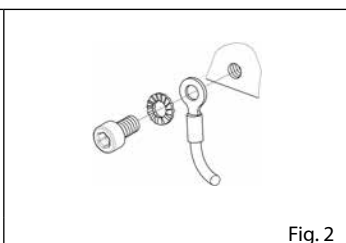
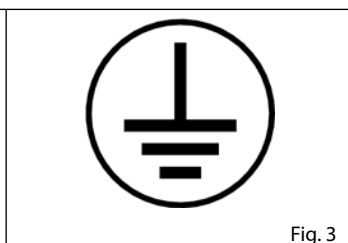

Fig. 2
Fig. 3
- 4.11 **La bomba se ha de conectar a tierra** a través de una toma específica de conexión compuesta por un tornillo de acero inoxidable con arandela dentada de acero inoxidable (fig.2) que se ha de fijar al orificio roscado marcado en la etiqueta con el símbolo de tierra (fig.3) y que figura en el manual de uso y mantenimiento, y en el folleto de datos técnicos (si se incluye).